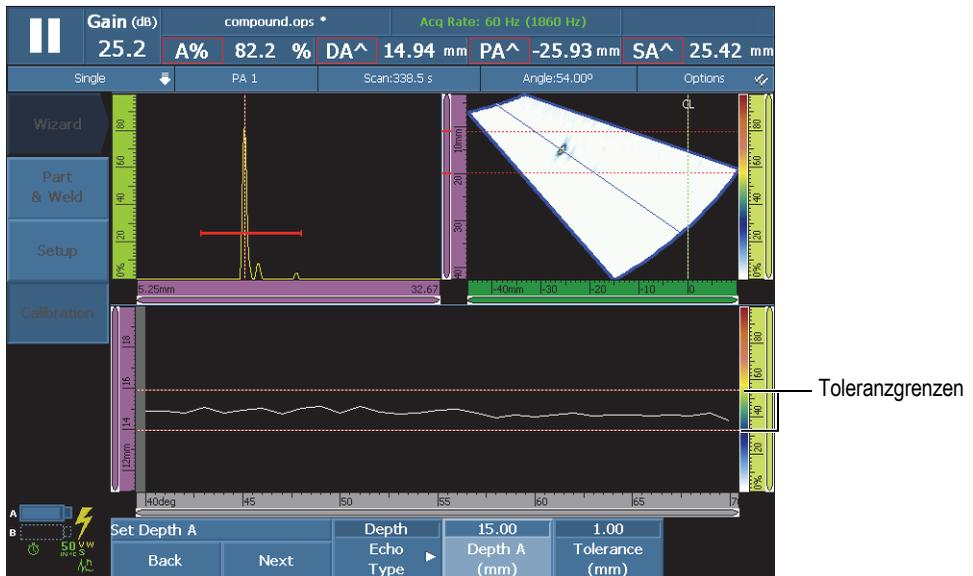

Abbildung 5-9 Aufbau der Echodynamik zur Justierung des Vorlaufkeilverlaufs
- a) Führen Sie den Sensor über dem Reflektor hin und her, um eine Echodynamik zu erzeugen (siehe Abbildung 5-9 auf Seite 143).